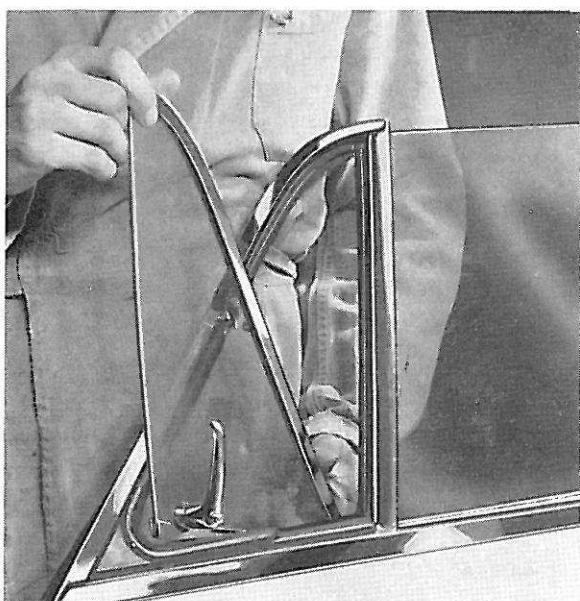

Figure 23. Démontage du déflecteur, sans encadrement
3. Ouvrir complètement le déflecteur et le pousser ensuite en bas pour dégager sa charnière supérieure. On peut ensuite retirer le déflecteur (figure 23).